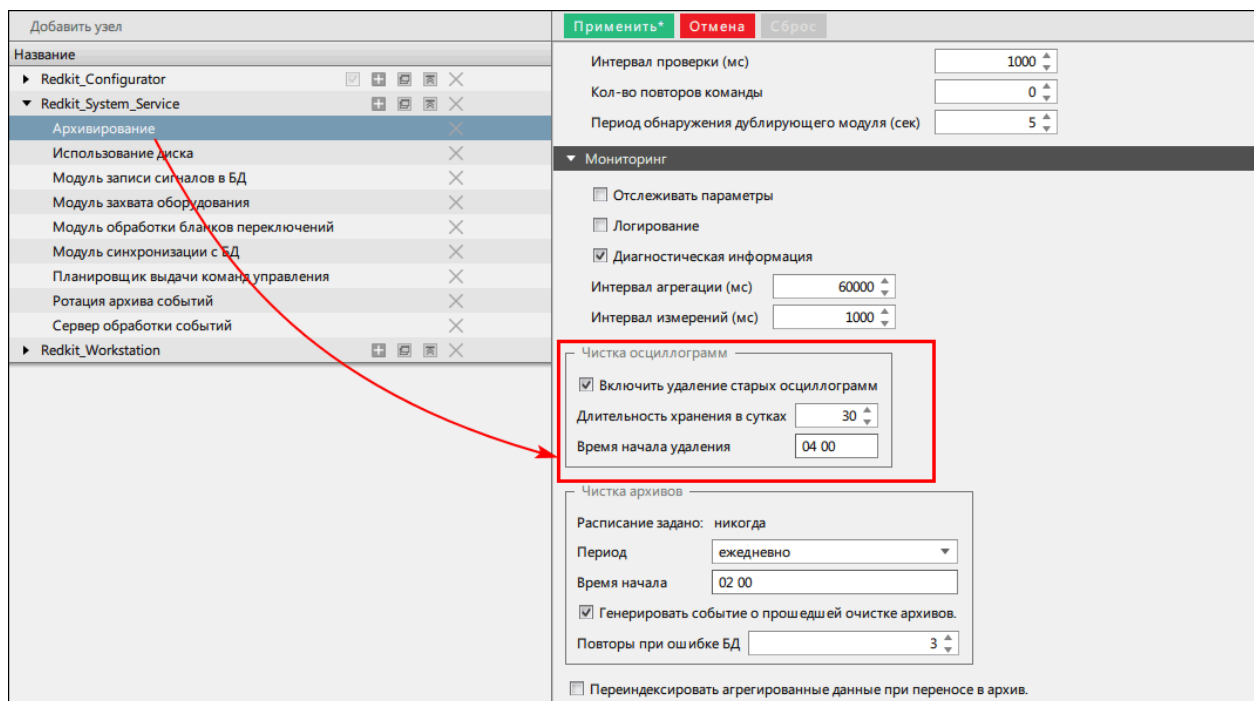

Рисунок 416 - Параметры для чистки осциллограмм
6. В сервисных узлах (*Redkit_System_Service* - для односерверной конфигурации, *Redkit_Master* и *Redkit_Slave* - для конфигурации с резервированием) нажмите на модуль **Архивирование** и настройте параметры для чистки осциллограмм (Рисунок 416).